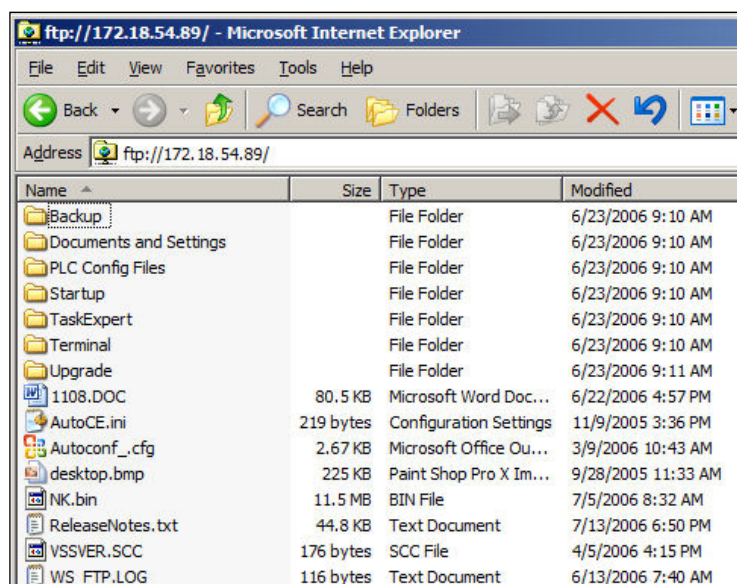

Figure D-8 : Fenêtre FTP d'Internet Explorer
2. Explorer affiche la structure du répertoire de l'IND780 (Figure D-8).